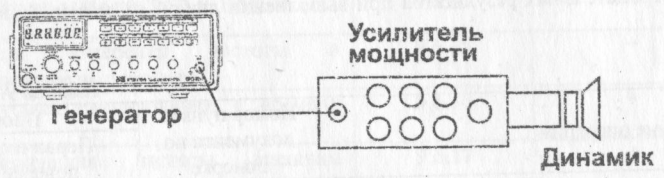

Рис.11
5. Схема соединения приведена на рис. 11.